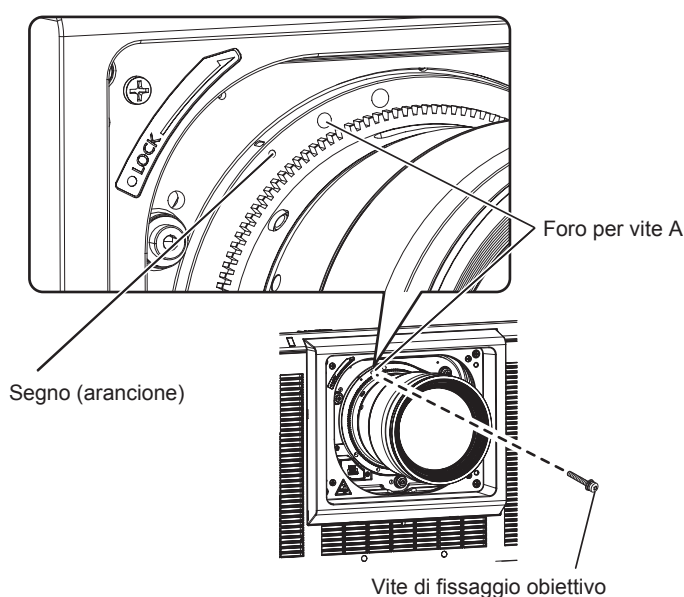

Fig. 4
- 4) **Fissare l'obiettivo di proiezione con la vite di fissaggio obiettivo in dotazione. (Fig. 4)**